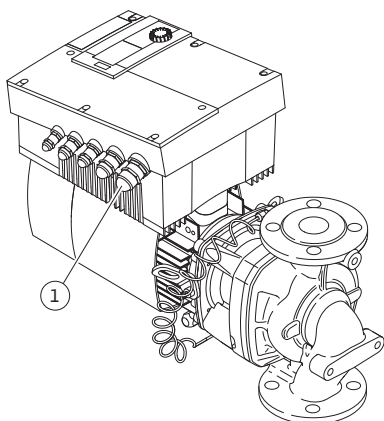

Fig. 26: prensaestopas M25
- La conexión eléctrica debe realizarse con un cable de alimentación eléctrica tendido de forma fija (sección mín. $4 \times 1,5 \text{ mm}^2$, máx. $4 \times 4 \text{ mm}^2$) provisto de un conector o un interruptor para todos los polos con al menos 3 mm de ancho de contacto. Se ha de guiar el cable de alimentación eléctrica a través del prensaestopas M25 (Fig. 26, pos. 1).